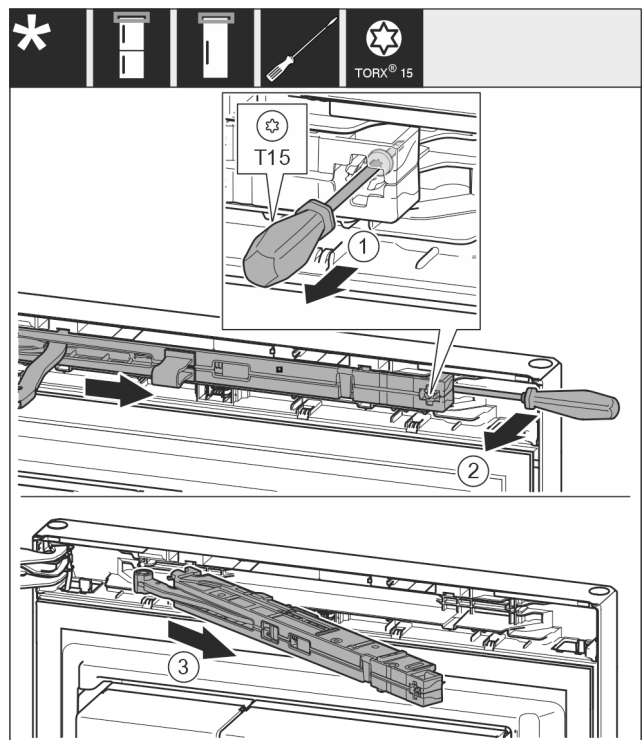

Fig. 8
- ▶ Lironi rreth 14 mm vidën në njësinë e amortizatorit të mbylljes me një kaçavidë T15. Fig. 8 (1)
- ▶ Futni një kaçavidë nga prapa njësisë së amortizatorit të mbylljes në anën e dorës dhe shtyjeni njësinë nga përpara. Fig. 8 (2)
- ▶ Tërhiqni jashtë njësinë e amortizatorit të mbylljes. Fig. 8 (3)